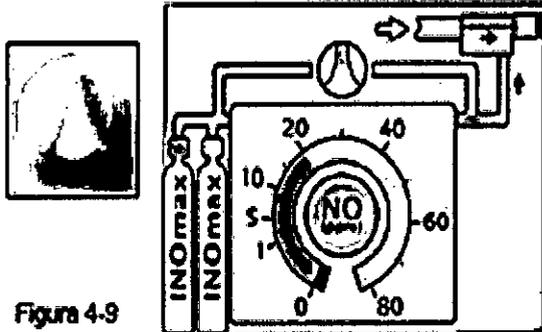

Figura 4-9
- Cuando el conmutador del sistema de respaldo está en la posición desactivada, la pantalla principal así lo indica (figura 4-9).